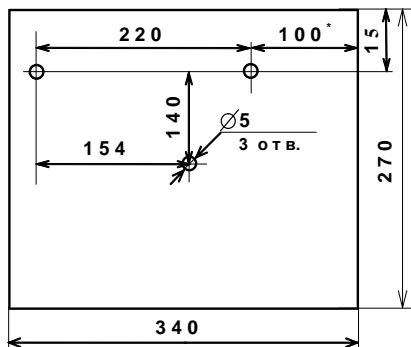

Рис. 1
2.2.2 Закрепить РИП на стене в удобном месте. Габаритно-установочные размеры указаны на рис. 1.